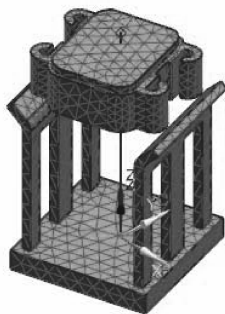

图 9-11 装配 (FEM) 文件
- 装配 (FEM) 文件: 装配 (FEM) 文件是一个可选文件类型, 可用于创建由多个 FEM 文件组成的系统模型。装配 FEM 文件包含所引用的 FEM 文件的事例和位置数据, 以及连接单元和属性覆盖, 如图 9-11 所示。